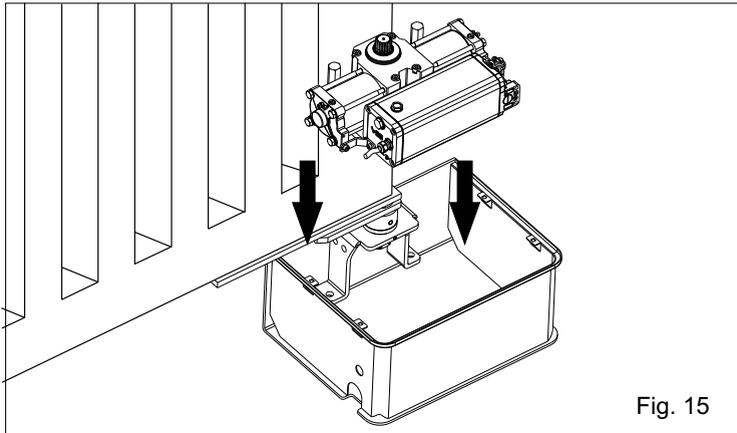
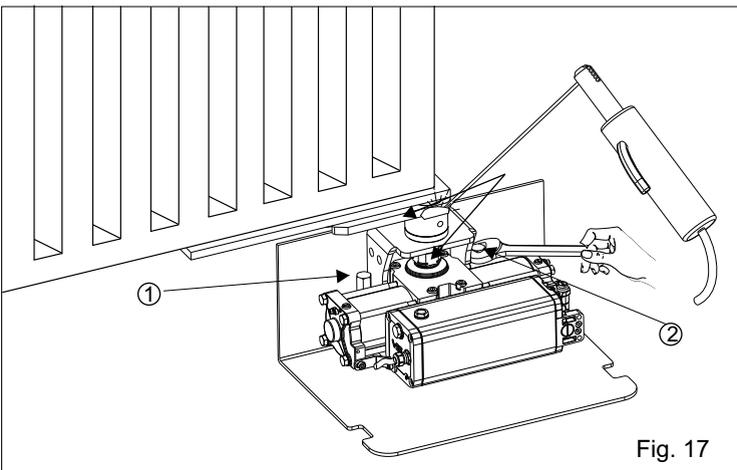

Fig. 15
Fig. 17
4.1. Introduire l'opérateur manuellement à l'intérieur de la caisse portante (Fig. 15) et insérer l'arbre cannelé de l'opérateur dans la boucle cannelée de la caisse en fixant l'actuateur avec les vis spéciales comme en Fig. 17.